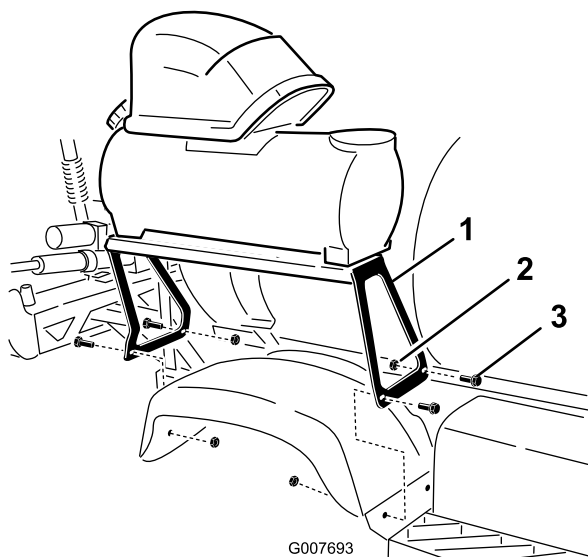

図 5
3. 右後ろのフェンダにブラケットを取り付ける；キャリッジボルト (5/16 1-1/4 インチ) 4本とロックナット (5/16 インチ) (4個) を 図 5 のように使用する。